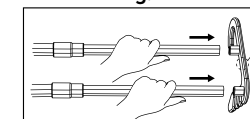

Fig. 4
KROK 4: weź końcówkę „R” i przymocuj do małej końcówki obu drążków. Przytrzymaj rozsuwane drążki, gdy są wciśnięte do końcówki i mocno je przymocuj. Zob. 'Fig. 4'.
STEP 4: Take the 'R' end piece and attach to the small end of both the extendable tubes. Hold the extendable tubes as they are pushed into the end piece and attach firmly. See 'Fig. 4'.
ÉTAPE 4 : prenez la pièce d'extrémité « R » et fixez-la à la petite extrémité des deux tubes extensibles. Maintenez les tubes extensibles lorsque vous les enfoncez dans la pièce d'extrémité et fixez solidement. Voir 'Fig. 4'.
STAP 4: Neem eindstuk 'R' en bevestig het aan het smalle uiteinde van beide verlengbuizen. Houd de verlengbuizen vast terwijl u ze in het eindstuk duwt en bevestig ze stevig. Zie 'Fig. 4'.
SCHRITT 4: Nehmen Sie das R-Endstück und befestigen es am schmale Ende der beiden Ausziehstangen. Halten Sie die Ausziehstangen fest, während sie in das Endstück geschoben werden, und bringen Sie sie fest an. Siehe 'Fig. 4'.
PASO 4: Fije la pieza del extremo derecho al extremo pequeño de ambos tubos extensibles. Sujete los tubos extensibles mientras los introduce en la pieza del extremo y fíjelos con firmeza. Consulte la 'Fig. 4'.